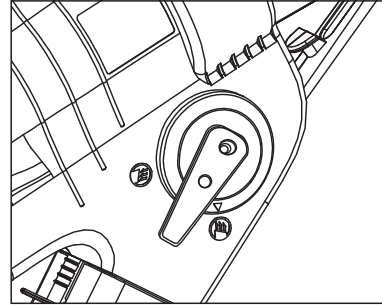

Fig. 10
3. Pour utiliser l'outil dans le mode souffleur, déplacez le sélecteur de mode [10] sur la position  (Fig. 10).